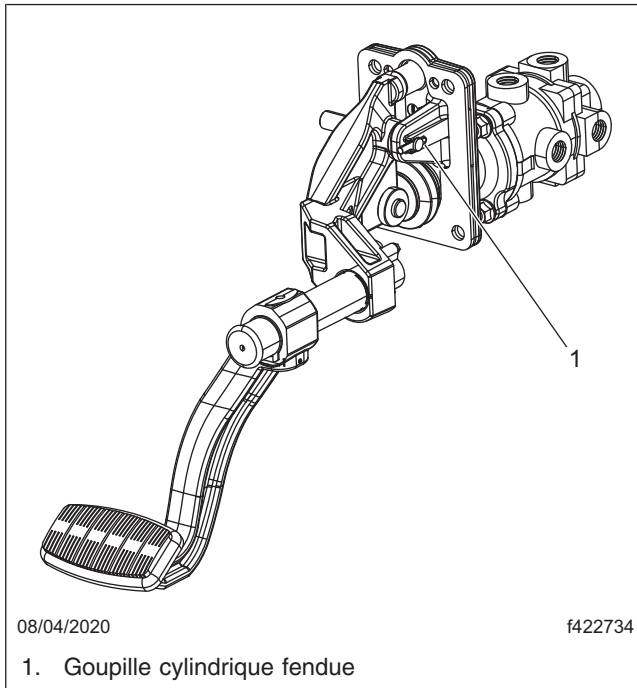

Fig. 7, Retrait de la goupille cylindrique fendue
10. A l'aide d'un marteau et d'un poinçon, tapotez sur la goupille cylindrique fendue du côté passager vers le côté conducteur, du bras de frein supérieur hors de la plaque de fixation de la pédale. Reportez-vous à la **Figure 7**.
14. A l'aide d'un marteau et d'un poinçon, tapotez sur la goupille cylindrique fendue du côté passager vers le côté conducteur, du bras de frein supérieur hors de la plaque de fixation de la pédale. Reportez-vous à la **Figure 7**.